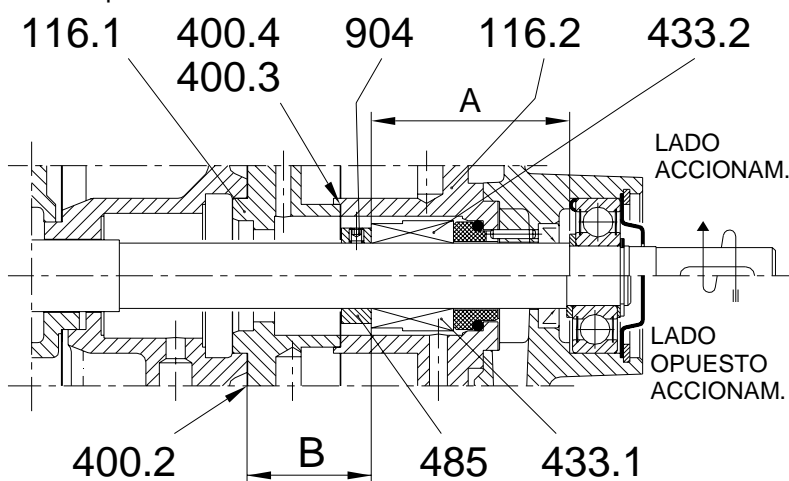

Fig. 15
- 1 - Fijar el eje VDMA 210 en una mordaza en posición vertical, col el lado de accionamiento situado hacia arriba. Colocar en el eje los anillos de suplemento VDMA 485 del cierre mecánico VDMA 433.2 (ver la fig. 15 y la tab. 8). Calzar en el eje la parte rotante del cierre mecánico VDMA 433.2 lubricándola con aceite compatible. Si el cierre mecánico no fuese de doble sentido de giro, deberemos montar uno con muelle a derechas (para las TBH y AT, izquierdas para las TBA). Fijar la parte estática del cierre mecánico VDMA 433.2 en la semicámara de refrigeración VDMA 116.2 después de lubricar la tórica con aceite compatible.
- 8 - Montar en el cabezal de impulsión la semicámara de refrigeración VDMA 116.1 con la junta VDMA 400.2. Situar y bloquear en el eje y en su correcta posición el anillo distanciador VDMA 485 (ver la fig. 15 y la tab. 8). Montar en el eje la parte rotante del cierre mecánico VDMA 433.1 lubricándola con aceite compatible. Si el cierre mecánico no fuese de doble sentido de giro, deberemos montar uno con muelle a izquierdas (para TBH y AT). Situar la parte fija del cierre mecánico VDMA 433.1 en la semicámara de refrigeración VDMA 116.2 del lado opuesto al accionamiento después de haber lubricado la junta tórica con aceite compatible. Pulir las 2 caras de contacto del cierre mecánico. Montar la semicámara de refrigeración VDMA 116.2 junto la otra semicámara de refrigeración VDMA 116.1 interponiendo la correspondiente junta VDMA 400.3 y 400.4 y centrando el pasador VDMA 562, seguidamente el soporte de cojinete y apretar los 4 espárragos VDMA 914.1. Hacerlo de manera que los orificios de drenaje del cierre mecánico en el soporte de cojinete, estén orientados hacia abajo.